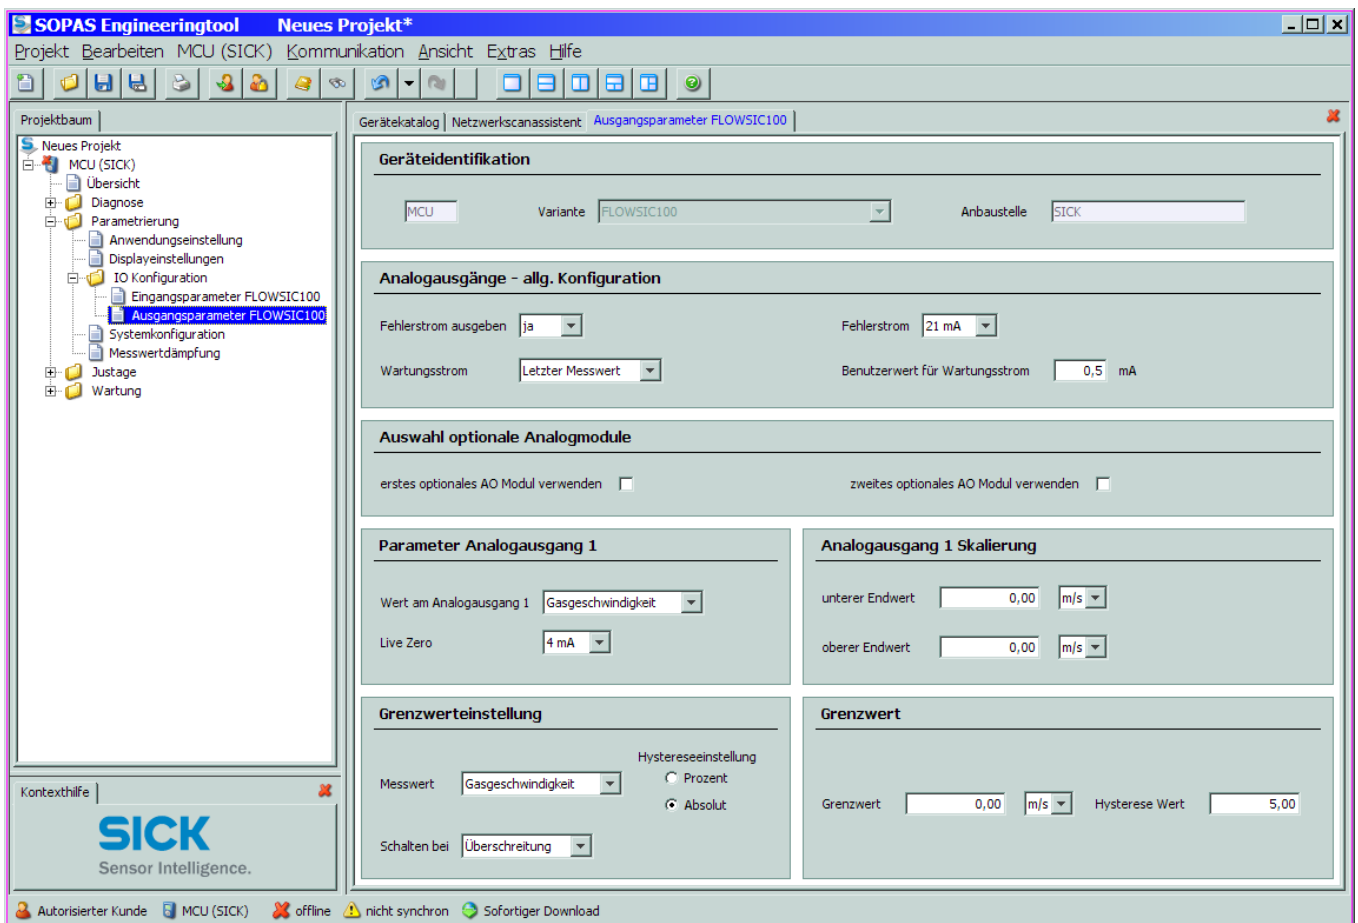

Abb. 4.25: Parametrierung optionaler Analogausgänge
- ‡ In das Untermenü „Parametrierung / I/O Konfiguration / Ausgangsparameter FLOW SIC100“ wechseln (siehe **Abb. 4.25**).